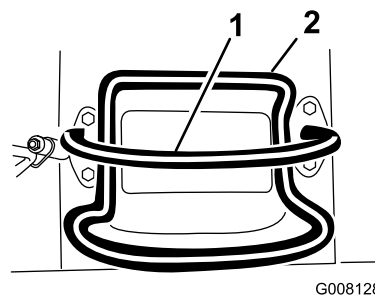

Figura 5
- Para detenerse, suelte el control de tracción (Figura 5).